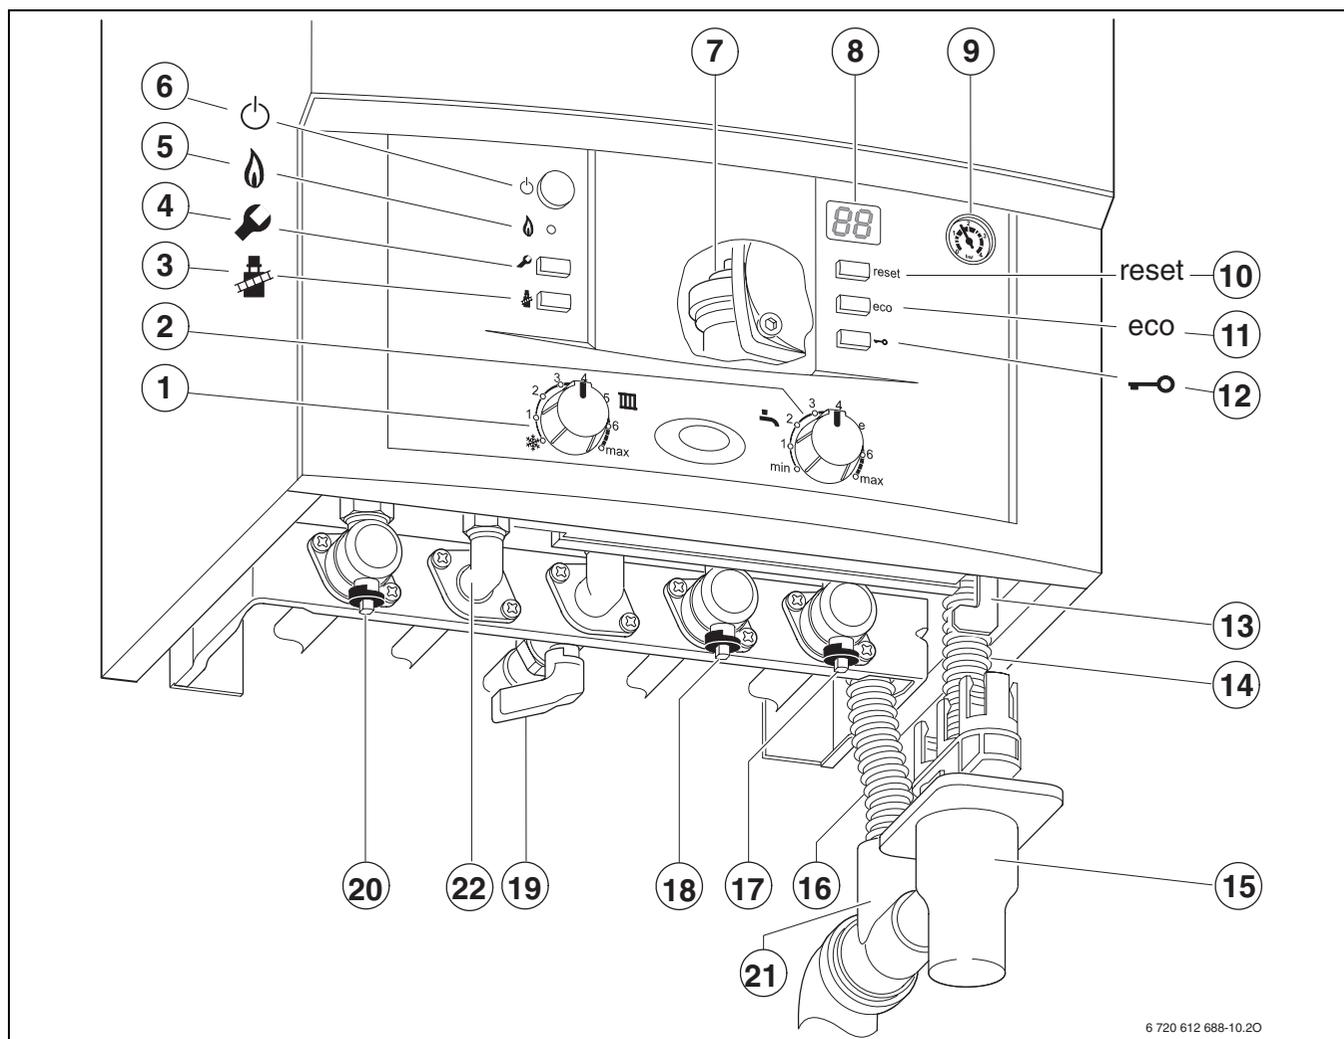

Fig. 23
- per ZWB: vedere rubinetto riempimento in fig. 23, rif. 13)
- ▶ Per gli apparecchi ZWB aprire il rubinetto di acqua fredda (→ pos. 18, fig. 23).
- ▶ Aprire i rubinetti di mandata e ritorno riscaldamento (pos. 20 e 17, fig. 23), riempire l'impianto a 1 - 2 bar tramite il rubinetto di riempimento (ZWB, fig. 23, pos. 13).
- ▶ Aprire il rubinetto del gas (pos. 15, fig. 23).
- ▶ Aprire lo sfiato automatico (pos. 9, fig. 23) per il circuito di riscaldamento e richiuderlo dopo aver tolto l'aria presente nell'impianto (→ pag. 29).